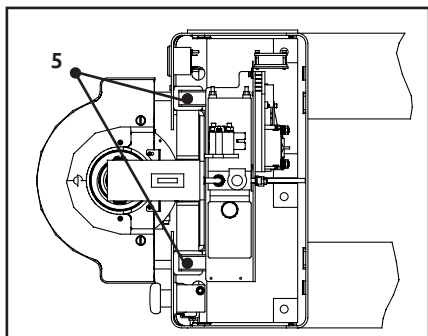

Figura 8
- ④ Aflojar el tornillo 5, asegúrese de que la batería esté bien situada en su posición. (Figura 8).